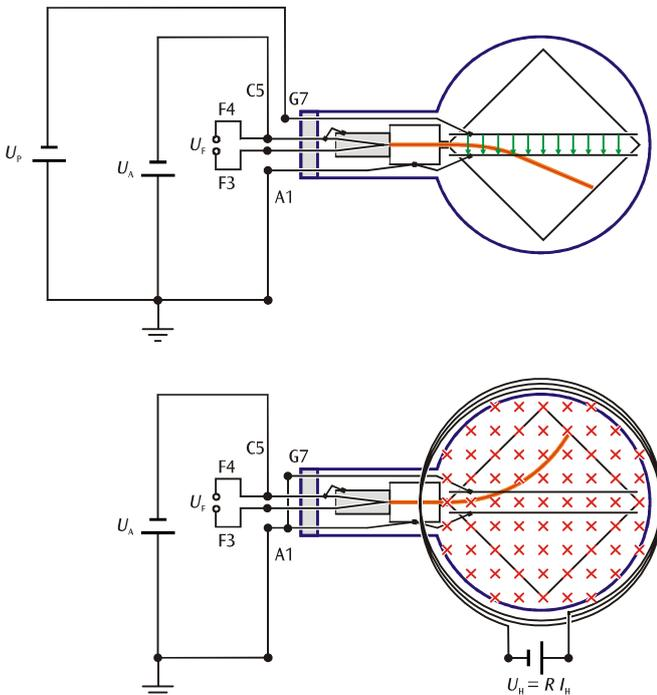

Fig. 1: rappresentazione schematica dei tubi di Thomson. Deviazione nel campo elettrico (in alto), (nel campo magnetico in basso)
verticalmente rispetto alla direzione del movimento e al piano creato dal campo magnetico. La deviazione avviene in direzione verticale, se sia la direzione del movimento che il campo magnetico si trovano nel piano orizzontale (vedere la Fig. 1 in basso). Se la direzione di movimento è verticale sul campo magnetico omogeneo, gli elettroni vengono forzati su una guida circolare, la cui forza centripeta è data dalla forza di Lorentz.
gli elettroni vengono deviati anch'essi verticalmente (vedere la Fig. 1 in alto). Il campo elettrico può quindi essere scelto in modo che la deviazione nel campo magnetico si compensi già:
- Collegare i jack F3 e F4 del portatubi con l'uscita tensione di riscaldamento (prese blu) dell'alimentatore ad alta tensione mediante cavi di sicurezza per esperimenti (vedere anche la Fig. 1).